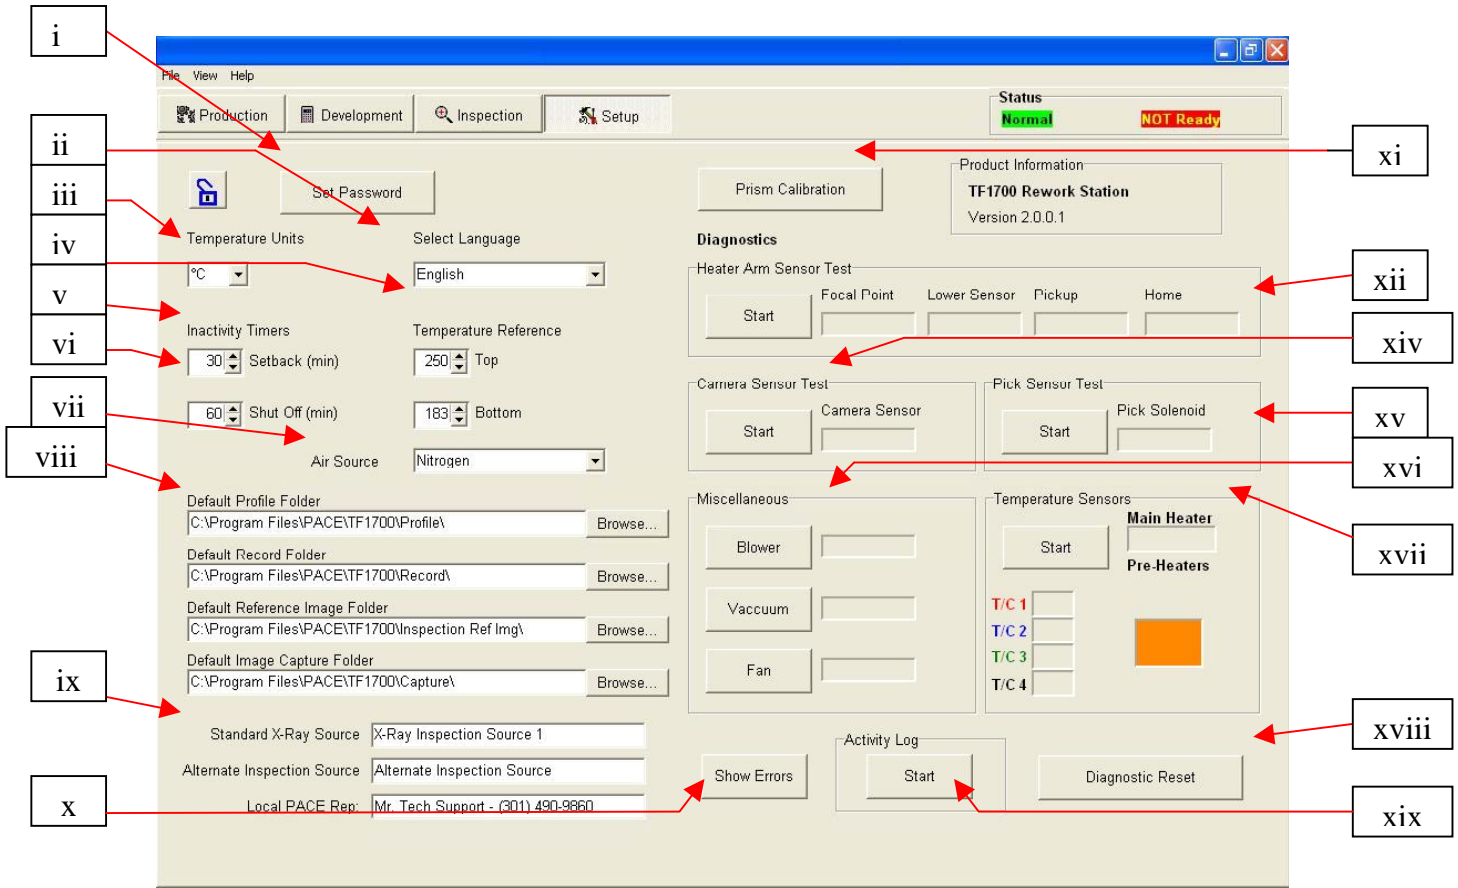

Figure 4a
e. Fonctions de l'écran de configuration du logiciel. (Figure 4a)